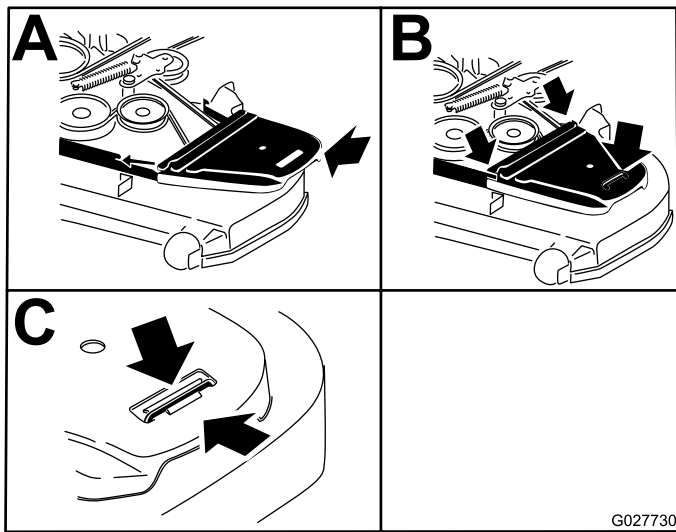

Figura 59
15. Instale las cubiertas de la correa (Figura 59).